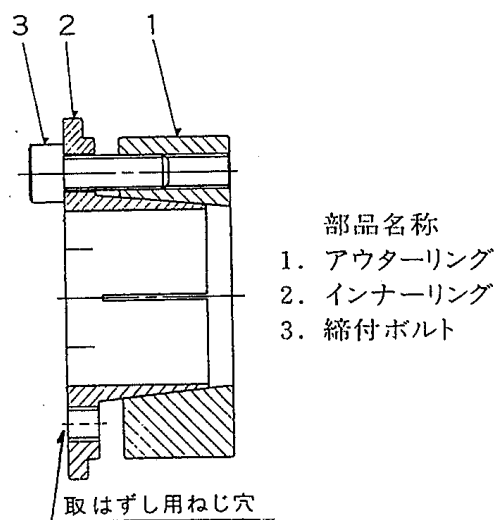
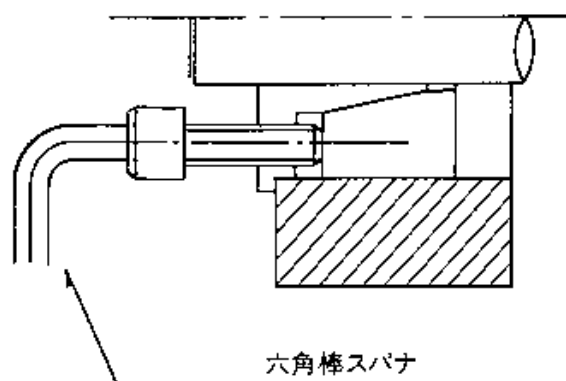

図1 部品名称
図 4 取はずし
3. 次にパワーロックを仮組してください。仮組の際、インナーリングの取はずし用ねじ穴の位相に注意ください。(図1 参照)
3. すべてのボルトをゆるめても締結状態のまま動かない場合は、取はずし用ねじ穴 (図 1) にボルトを入れ、締込んでいきますとロックがはずれます。(図 4 参照)